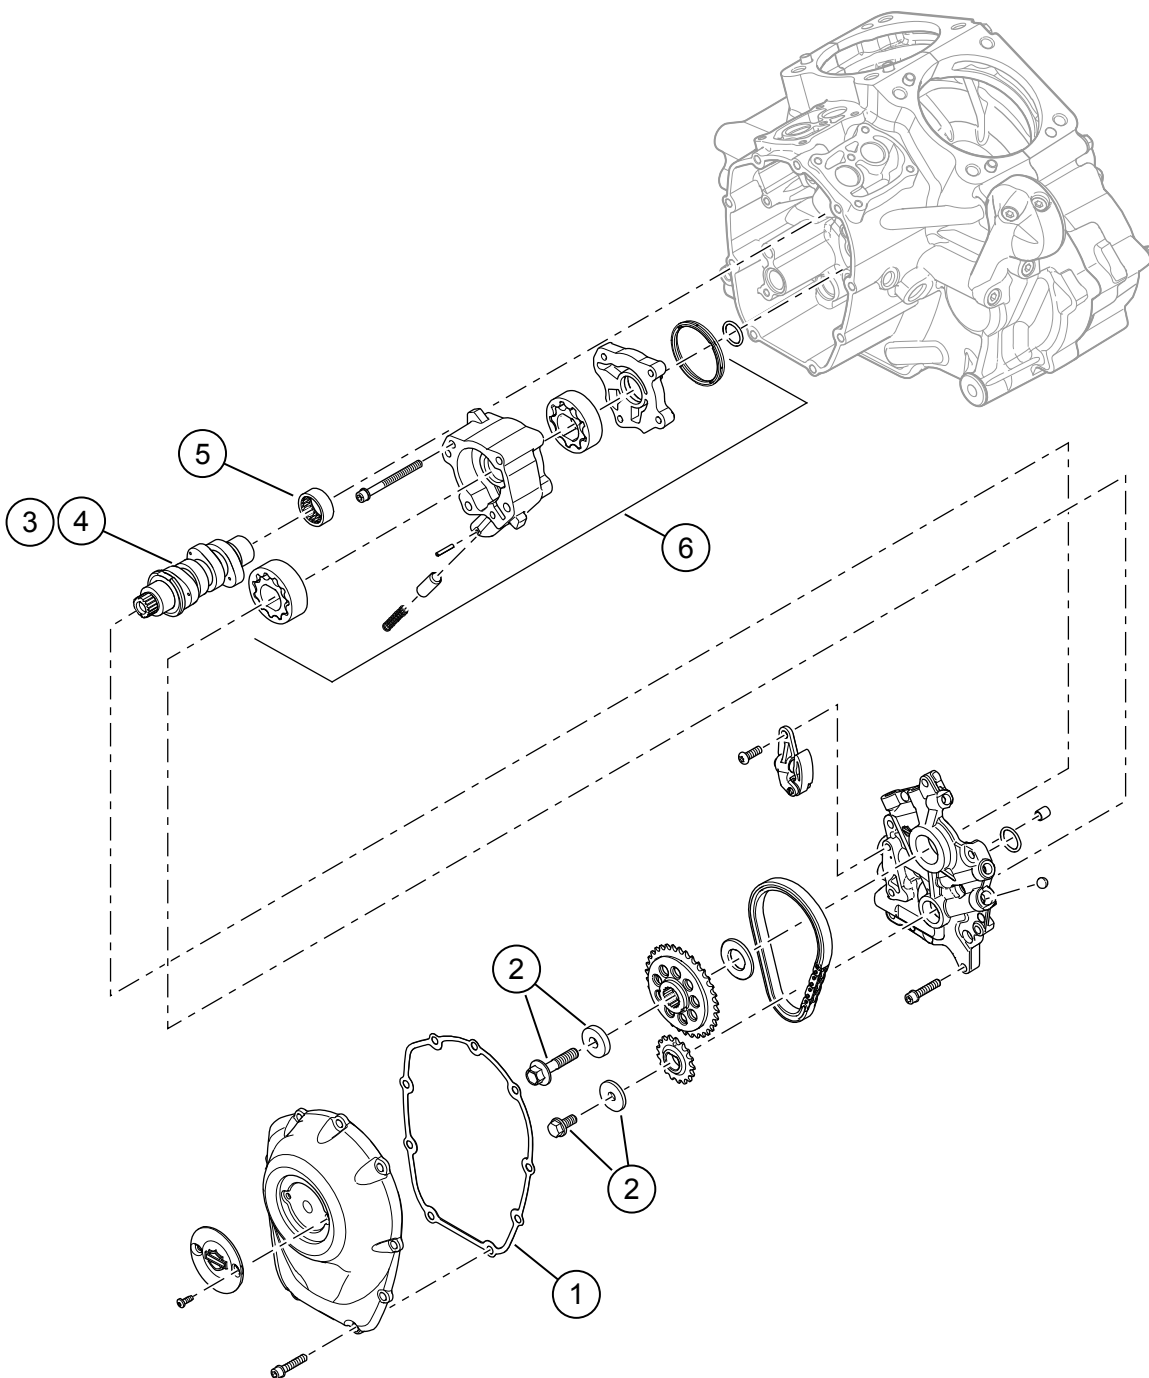

Figura 4. Componente de service: Kit Screamin' Eagle Milwaukee-eight Stage 2
1. Figura 4 Montați pompa de ulei. Consultați manualul de service.